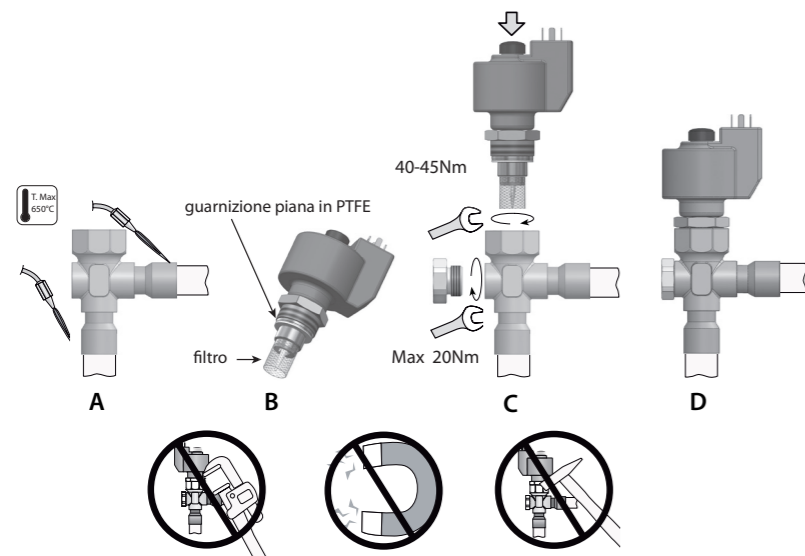

Fig. 2
Le valvole E²V-S devono essere saldate al circuito mediante brasatura dei raccordi in rame ai tubi di uscita condensatore (IN) e di ingresso evaporatore (OUT). Seguire la successione indicata in Fig. 2 procedendo in questo modo:
2. Procedere alla saldatura orientando la fiamma verso l'estremità dei raccordi come da Fig. 2-A (per una migliore brasatura senza alterare la tenuta della zona di saldatura tra corpo e raccordi utilizzare lega con temperatura di fusione inferiore a 650 °C o con tenore di argento superiore del 25 %).
4. Verificare che la guarnizione piana in PTFE sia presente e posizionata in sede (Fig. 2-B). In caso contrario, prelevare dalla confezione una guarnizione piana e inserirla nella cartuccia dalla parte della boccola in ottone.
5. Verificare che il filtro in rete metallica sia inserito nella boccola di ottone (Fig.2-B). In caso contrario, posizionarlo come in figura e portarlo in battuta.
6. Avvitare nel corpo valvola la cartuccia in acciaio sull'apposito alloggiamento filettato con una chiave a forchetta da 24. Serrare la cartuccia sul corpo valvola con una coppia di serraggio suggerita di 40-45 Nm (Fig. 2-D). Per favorire un più rapido assemblaggio della valvola, si consiglia di non smontare il motore dalla cartuccia.
The E2V-S valves must be joined to the circuit by braze welding the copper fittings to the condenser outlet (IN) and evaporator inlet (OUT) pipes. Proceed as indicated in Fig. 2:
2. Weld by aiming the flame at the ends of the fittings as shown in Fig. 2-A (for better braze welding without affecting the seal of the welded area between the body and the fittings, use alloys with a fusion temperature less than 650 °C or with a silver content above 25%);
4. Make sure that the PTFE flat gasket is present in its seat (Fig. 2-B). Otherwise, take a flat gasket from the packaging and place it in the cartridge from the side of the brass bushing.
5. Make sure that the metal mesh filter is inserted on the brass bushing (Fig.2-B). Otherwise, position it as shown in the figure and make sure it's properly in place.
6. Tighten the steel cartridge in its threaded socket on the valve body using a 24 mm spanner. Tighten the cartridge on the valve body to a recommended tightening torque of 40-45 Nm (Fig. 2-D). For faster valve assembly, do not remove the motor from the cartridge.